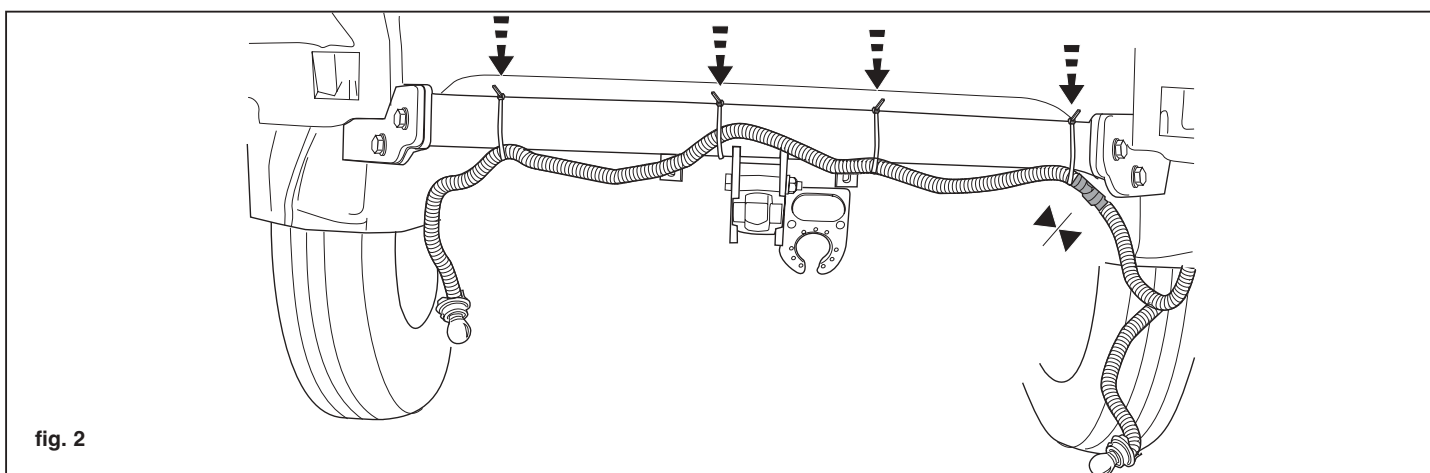

fig. 2
4. Attach two M12x40 bolts at point G, including spring washers, flat washers and nuts. Attach two M12x40 bolts at point H, including double flat washers, spring washers and nuts. Tighten all nuts and bolts to the torque indicated in the table. Attach the rear foglight wiring onto the tow bar. See figure 2.
4. Bei den Punkten G zwei M12x40-Schrauben einschließlich Unterlegscheiben und Federringen befestigen. Bei den Punkten H zwei M12x40-Schrauben einschließlich doppelter Unterlegscheiben, Federringen und Muttern befestigen. Alle Schrauben und Muttern gemäß der Angaben in der Tabelle anziehen. Die Verkabelung für die Nebelrückleuchten an der Anhängervorrichtung anbringen. Siehe Abb. 2.
4. W punktach G przykręcić dwie śruby M12x40 wraz z podkładkami płaskimi i sprężynowymi. W punktach H przykręcić dwie śruby M12x40 wraz z podwójnymi podkładkami płaskimi, sprężynowymi i nakrętkami. Wszystkie śruby i nakrętki dokręcić według danych z tabeli. Umocować okablowanie tylnych świateł przeciwmgielnych na hak holowniczym. Patrz rysunek 2.
4. Fixer à l'emplacement des points G deux boulons M12x40, y compris les rondelles de blocage et les rondelles grower. Fixer à l'emplacement des points H deux boulons M12x40, y compris les doubles rondelles de blocage, les rondelles grower et les écrous. Serrer tous les boulons et écrous conformément au tableau. Fixer les fils du câblage pour les feux brouillard arrière sur l'attache-remorque. Voir figure 2.